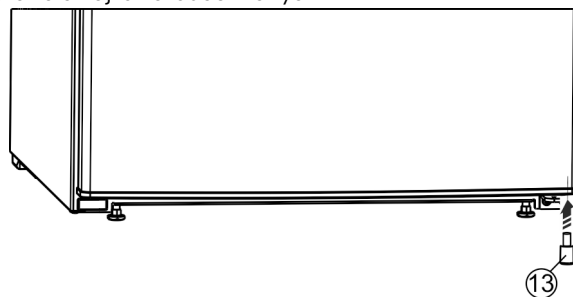

Fig. 24 *
- ▶ A távtartót Fig. 24 (13) helyezze vissza az ajtó jobb alsó részéhez, mivel ez fontos a készülék stabilitásához.*